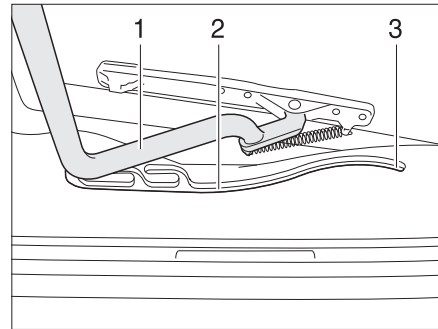

Bild 47 Heki-taklucka, spår
- Dra in bygel (Bild 47,1) i spår (Bild 47,2) till den bakersta positionen (Bild 47,3).
- Tryck bygel (Bild 47,1) lätt uppåt med båda händerna.
- Drag bygel till önskad position i spåret (Bild 47,2).